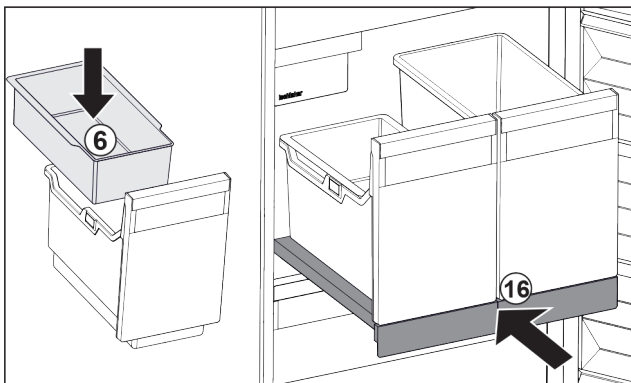

Fig. 40
- ▶ Inserire la vaschetta da agganciare Fig. 40 (6) per i cubetti di ghiaccio.
- ▶ Inserire il ripiano estraibile con il contenitore (IceTower). Fig. 40 (16)